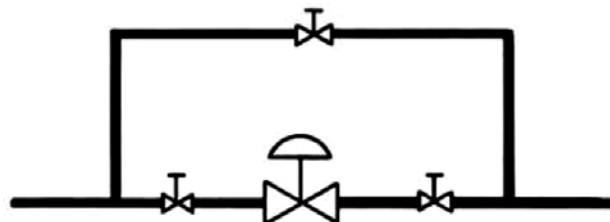

Рисунок 2
3.2 Для обеспечения возможности проверки внутреннего состояния трубопроводов, технического обслуживания и демонтажа клапана без остановки производства установите запорный клапан с ручным приводом с обеих сторон клапана серии 10000 и дроссельный клапан с ручным приводом в обводном трубопроводе (см. рисунок 2).